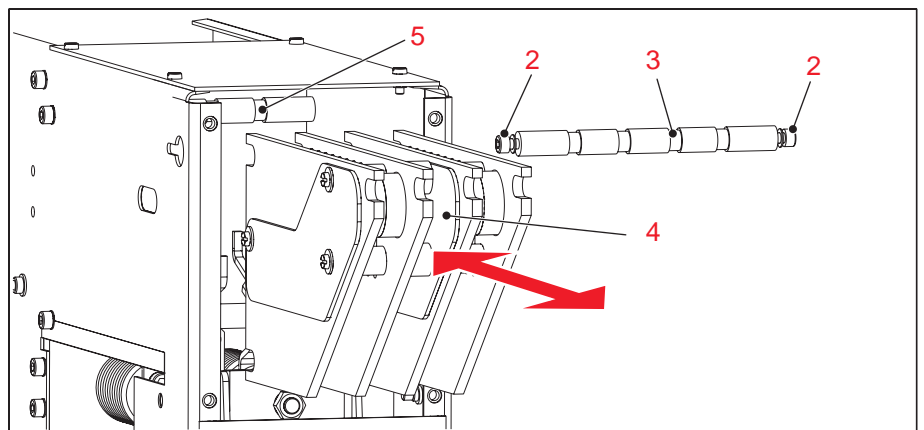

Bild 27
4. Komplette Löschkammer (4) nach vorne herausziehen, siehe **Bild 27**.
5. Alle Keramikteile und Magnete der Löschkammer (4) auf Beschädigungen prüfen.
6. Bei beschädigten Teilen die komplette Löschkammer (4) austauschen.